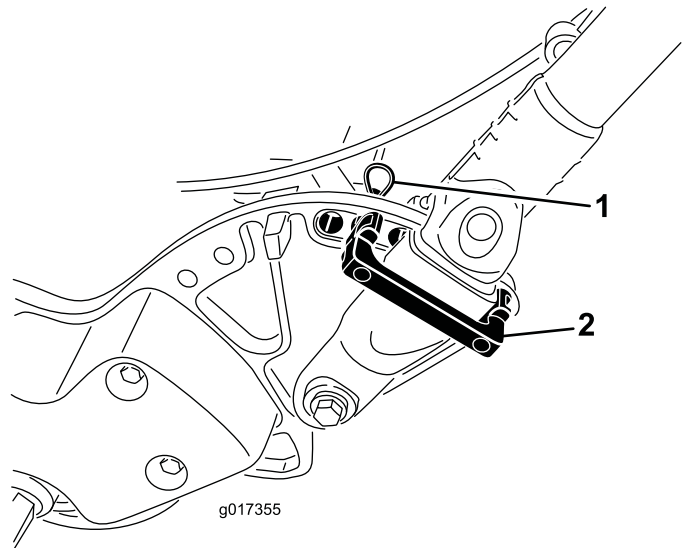

Figure 25
1. Retirez les goupilles fendues des dispositifs de maintien du guidon de chaque côté de la machine (Figure 25).
2. Soutenez le guidon, retirez les goupilles fendues de chaque côté et faites pivoter le le guidon à la position voulue (Figure 25).